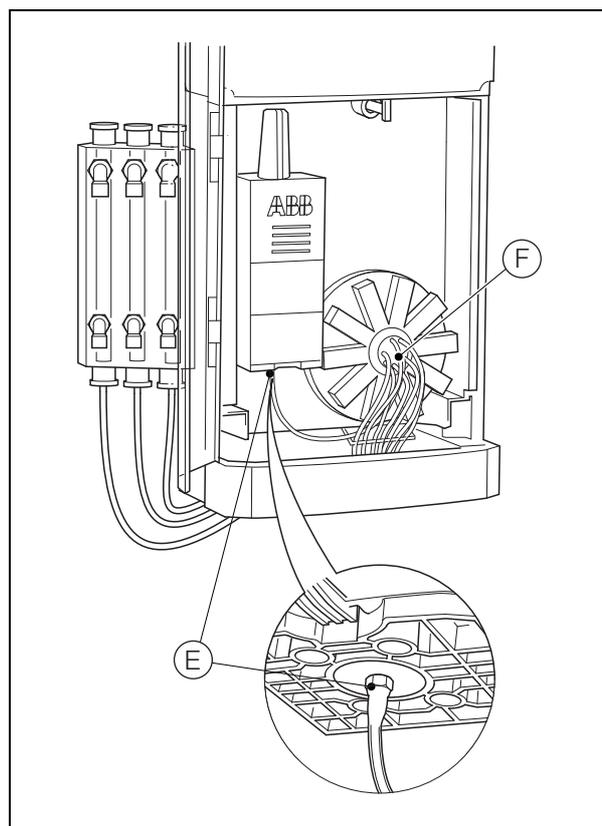

Fig. 13.6 Sostituzione del tubo di connessione
3. Con riferimento a Fig. 13.6:
- a. Scollegare il tubo di connessione (annotato nella Sezione 13.3.4, passaggio 4a) dal connettore (E) alla base del gruppo della cella di misura e gettarlo via.
- b. Collegare il nuovo tubo di connessione al collegamento centrale del collettore a valvola (F).
*In questa fase non collegare il tubo al connettore (E).*
2. Con riferimento alla Fig. 13.6, collegare il nuovo tubo di connessione al connettore (C) alla base del gruppo della cella di misura.